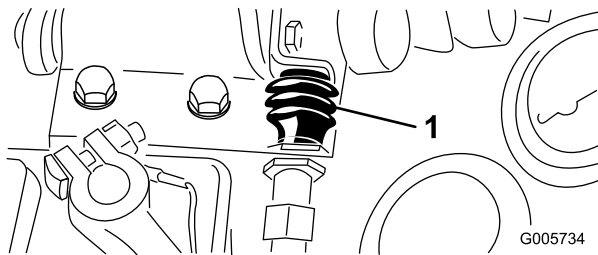

Figure 73
3. Enlevez la protection sur le bouton du contacteur (Figure 73). Mettez la protection de côté en prévision du remontage. Séparez les connecteurs des fils du contacteur.